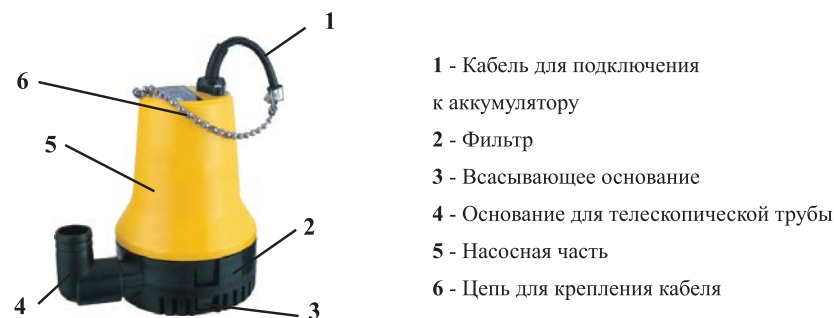

рис. 1
4.1 Общий вид* насоса схематично представлен на рис.1